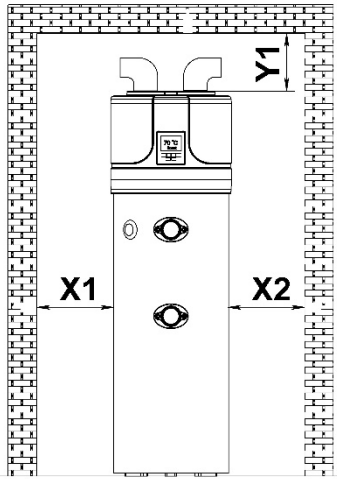

Fig. 4a – Espace minimal et installation sans conduits d'air.
L'installation de l'appareil doit être effectuée dans un endroit approprié permettant une utilisation et un réglage normaux, ainsi qu'une maintenance prophylactique et d'urgence de l'appareil. Il est donc important de prévoir l'espace de travail requis selon les dimensions représentées sur la Fig. 4a.
**ATTENTION !** Afin d'éviter une "courte" circulation d'air entre l'entrée et la sortie lorsque vous utilisez une installation sans conduit d'alimentation en air, utilisez toujours deux genoux montés dans des directions opposées. Fig. 4a
- Circulation d'air dans toute la pièce (Fig. 4a). Cela peut entraîner un refroidissement et déshumidification de l'air à l'intérieure. Si la pièce n'est pas aérée, l'efficacité de l'appareil diminue. La pièce doit avoir un volume d'au moins 20 m3.